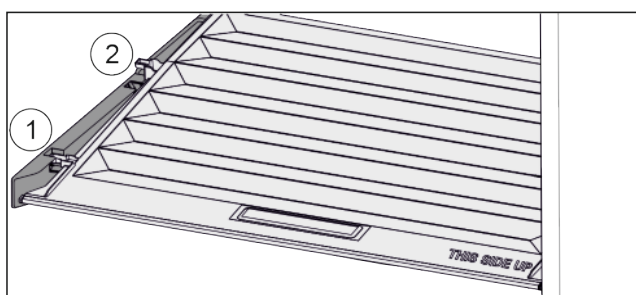

Fig. 33
- ▶ Vytáhněte víko dopředu až k otvoru v přídržných dílech Fig. 33 (1).
- ▶ Vzádu zespodu nadzvedněte a vyjměte směrem nahoru Fig. 33 (2).